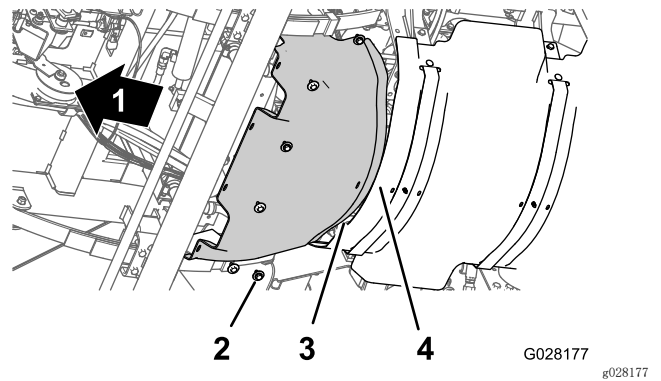

图42
1. 将前隔热罩上的后凸缘与后隔热罩上的前凸缘对齐（图42）。
2. 将前隔热罩上的孔与底盘上的螺纹孔对齐（图42）。
3. 使用 拆下前隔热罩（页码 33）的步骤 4 中卸下的 6 个六角头螺栓和 6 个垫圈（图42）将前隔热罩组装到机器上。